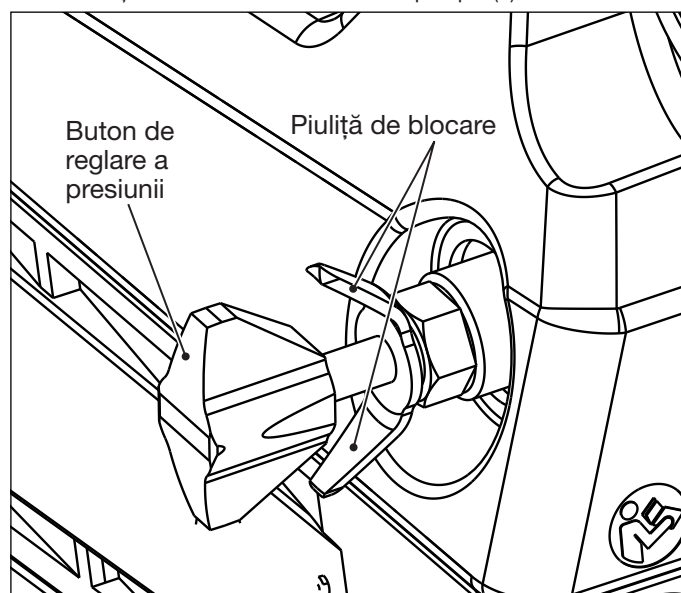

Figura 9: Reglarea presiunii (cuplului) la valva reductoare
1. Pentru a preveni pornirea pompei în timp ce se efectuează conexiunile hidraulice, asigurați-vă că întrerupătorul de alimentare al pompei este oprit (O). Alternativ, îndepărtați acumulatorul din pompă (dacă este instalat).
2. Verificați manometrul pentru presiunea hidraulică a pompei. Dacă acesta indică existența oricărei presiuni, slăbiți piulița de blocare a valvei reductoare și rotiți butonul de reglare a presiunii în sens antiorar până când presiunea este eliberată și manometrul indică zero (0) bari/psi. Consultați Figura 9.
Pompa conține o valvă reductoare hidraulică reglabilă de către utilizator, care permite setarea pompei la o presiune țintă specifică corespunzătoare cuplului dorit, necesar pentru aplicația dumneavoastră. Consultați Figura 9.
NOTĂ Dacă acumulatorul este descărcat complet sau dacă funcția de eliberare a presiunii nu funcționează, eliberați manual presiunea blocată prin rotirea butonului valvei reductoare a pompei în sens antiorar până când presiunea este eliberată. Consultați Figura 9.